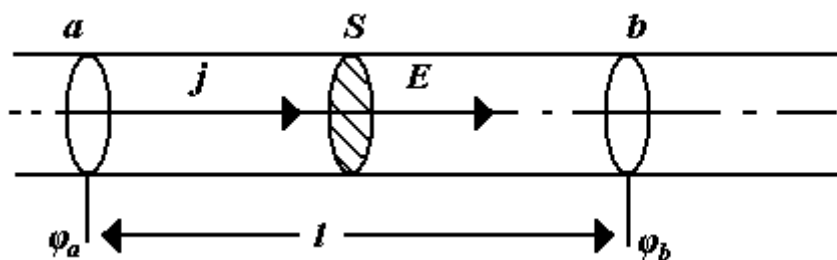

Рис. 1.
Рассмотрим случай, когда электрические токи текут вдоль тонких проводов (проволок) (рис.1).
Умножим это соотношение на элемент длины провода $d\mathbf{l}$ и проинтегрируем полученное выражение по участку проводника $\mathbf{ab}$ (рис.1):
Левая часть формулы (6) есть не что иное, как разность потенциалов (напряжение U на участке $\mathbf{ab}$) $\varphi_a - \varphi_b = U$ (рис.1):